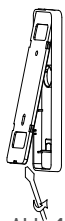

Abb. 1
1. Trennen Sie die beiden Hälften der Halterung, indem Sie mit einem kleinen Schraubendreher eine Hälfte nach oben hebeln (Abb. 1)